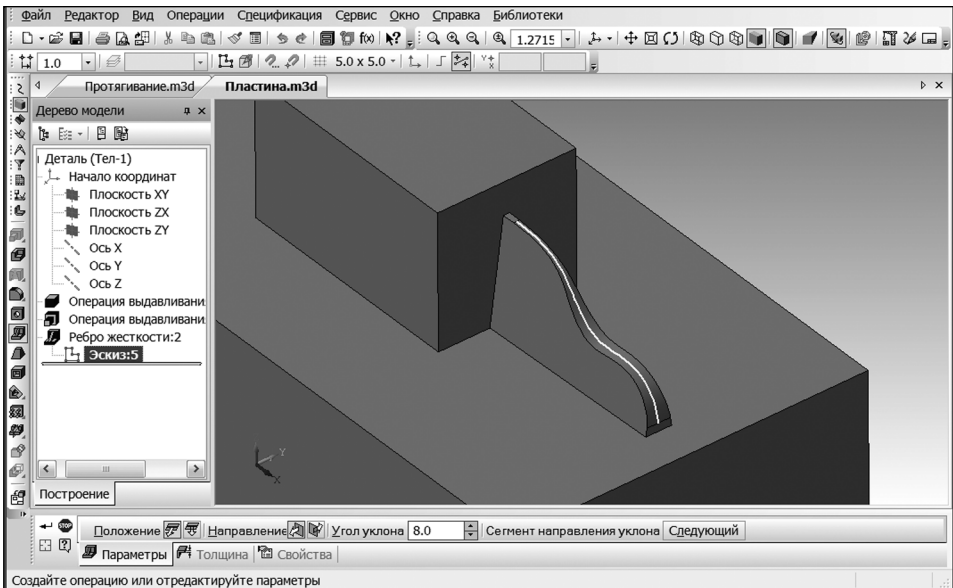
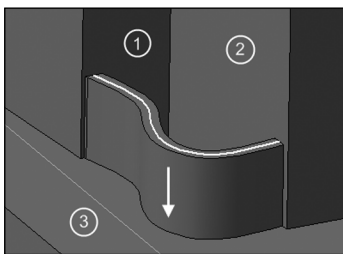

Рис. 12.53. Параметры команды «Рёбра жесткости» при построении ребра в плоскости эскиза
Рис. 12.54. Построение ребра жесткости перпендикулярно плоскости эскиза
Описание панели параметров этой команды приводится ниже (рис. 12.53):
Положение 	С помощью этих кнопок производится переключение режима построения ребра (В плоскости эскиза или Ортогонально плоскости эскиза). Если ребро строится в плоскости эскиза, то необходимо обеспечить пересечение контуром эскиза двух соединяемых ребром поверхностей (рис. 12.53). Если ребро строится перпендикулярно плоскости эскиза (рис. 12.54), то необходимо обеспечить пересечение контуром эскиза двух соединяемых ребром поверхностей (1) и (2). Третья поверхность (3) должна быть расположена на пути построения ребра